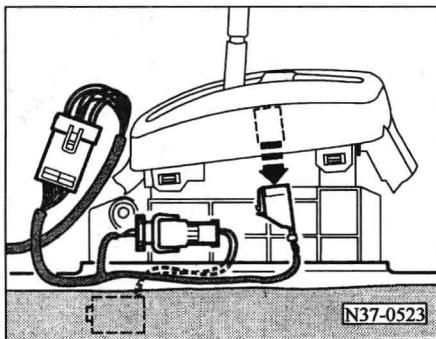
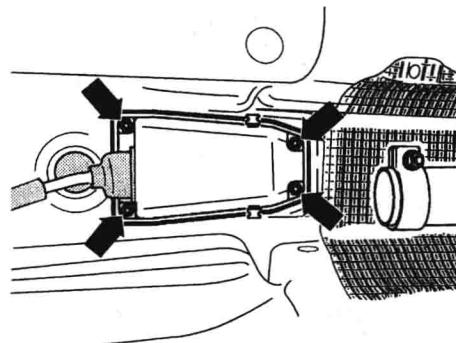

图 1-6 电磁阀-N110-
图 1-7 前隔热板螺栓
(23) 锁止杆: 用于_____。
(24) 用于换挡杆锁止的电磁阀-N110-, 如图 1-6 所示:
①为了拆卸换挡锁的电磁阀_____分离插塞联结 1。
②揭开盖子_____。
③沿箭头方向抽出用于_____和_____的插入件_____。
④分离_____上的_____。
(25) 定位销钉: 用于_____。
(26) 盖板: 有用于安装_____的密封环。
(27) 螺母: 拧紧力矩: _____。
(28) 安全夹: 用于拉索杠杆_____上的换挡杆拉索, 安装时展平端部指向_____。
(29) 卡簧: 用于箱体上的_____, 安装时展平端部指向_____。
(30) 换挡杆拉索: 不要_____安装, 安装前拉索拉耳和向心推力球轴承要轻微涂抹_____。
①把换挡杆置于_____挡。
②升起汽车。
③旋下安装支架下面的_____, 并向_____推。
④拆卸_____ (箭头所指), 图 1-7 所示。